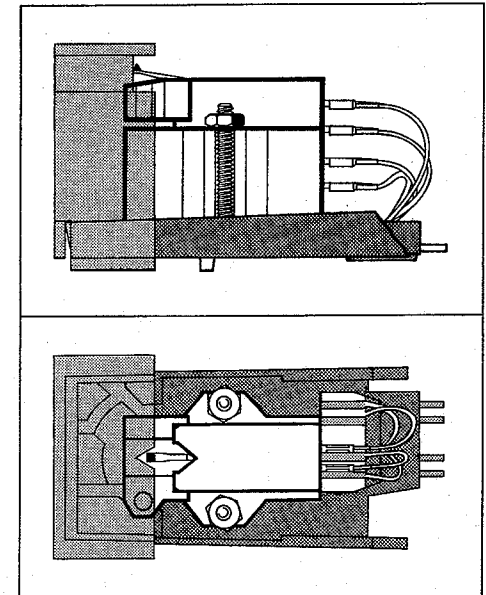

Fig. 14
1. To mount the cartridge, detach the cart-ridge holder (5) from the tonearm by pres-sing the tonearm lift (4) backward, while holding the cartridge holder with your hand to prevent its falling down when the lock is released.
2. Using the hardware provided, mount the cartridge on the cartridge holder. Use the gauge to make sure that the cartridge is mounted in the geometrically proper place in the cartridge holder (Note location of stylus tip in Fig. 14).
1. Voor montage van het element de systeemhouder (5) van de toonarm losmaken, door de toonarmgreep (4) naar achteren te drukken. Hierbij de systeemhouder vasthouden, omdat deze anders valt.
2. Bevestig het element op de systeemhouder en gebruik voor de plaatsbepaling de meegeleverde hulpstukken, zodat de naaldpunt geometrisch in de juiste positie komt (Fig. 14).
1. Vid byte av pick-up lossas monteringsbryggan (5) genom att tonarmsgreppet (4) föres bakåt. Håll i bryggan, så att pick-upen inte faller mot verkplattan och skadar nålen.
2. Montera den nya pick-upen i monteringsbryggan. Se till att nålspetsen hamnar i rätt position, med hjälp av monteringsmallen (Fig. 14). Använd vid monteringen de
1. Per montare la cellula togliete la testina (5) dal braccio spingendo indietro la levetta di serraggio (4) fare attenzione che la testina non cada.
2. Fissate la cellula sulla testina servendovi degli accessori allegati, osservando che la punta dello stilo - vista da sopra - combaci con l'insenatura a V del calibro (Fig. 14).
stemträger. Zu beachten ist, daß das Tonabnehmersystem mit der Systemlehre am geometrisch richtigen Ort für die Abtastnadelspitze im Systemträger montiert wird (Fig. 14).
montée à l'emplacement géométrique correct de la pointe dans le porte-cellule (Fig. 14).
del portacápsulas con respecto a la punta de la aguja lectora, empleando un calibre correspondiente (Fig. 14).